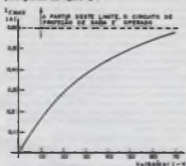

Figura 9: Gráfico da máxima corrente de saída fornecida em função da tensão de saída  $V_c$ .
Portanto, o gráfico de figura 9, que representa a máxima corrente que a fonte pode fornecer, através de sua saída, em função da tensão de saída, foi traçado justamente, levando-se em consideração todos os conceitos anteriormente acima mencionados (verencamente o item 8). O fato de máxima corrente de saída (onde se dá a ruptura ou é o fim do funcionamento do transistor, é definida como sendo a região onde ela está trabalhando com um alto VCE e um grande incremento de temperatura de junção ΔT). Daí a necessidade de se usar um bom dissipador de calor para o transistor e
a "atenção do usuário" no sentido de nunca ultrapassar a máxima corrente de saída fornecida pelo gráfico da figura 9.